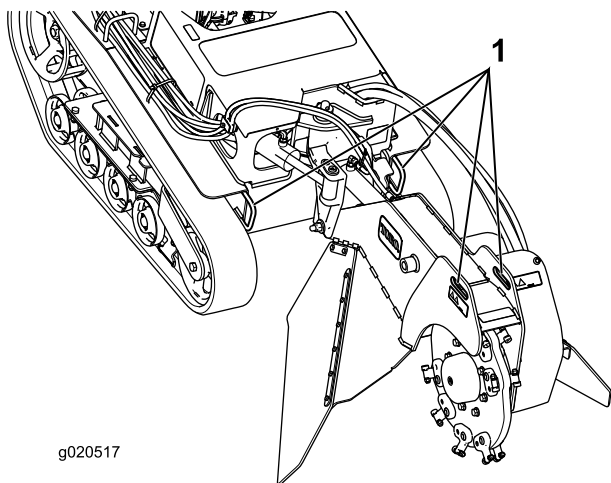
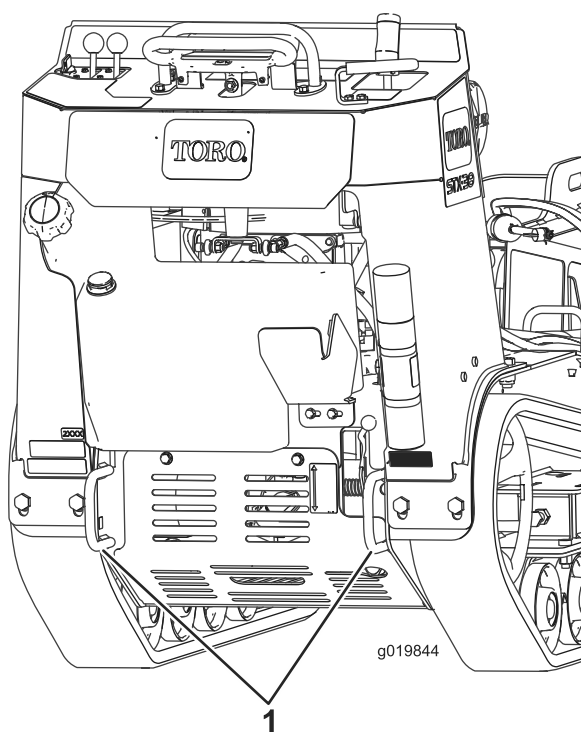

Bild 22
Bild 23
3. Befestigen Sie Ketten oder Riemen an den Vergurtungsstellen bzw. Hebelaschen vorne und hinten an der Maschine, um die Maschine am Anhänger zu befestigen (Bild 22 und Bild 23). Halten Sie die örtlichen Vorschriften für Anhänger und Vergurtung ein.
Sie können die Maschine mit den Vergurtungs- und Hebeschlaufen als Hebestellen hochheben (Bild 22 und Bild 23).